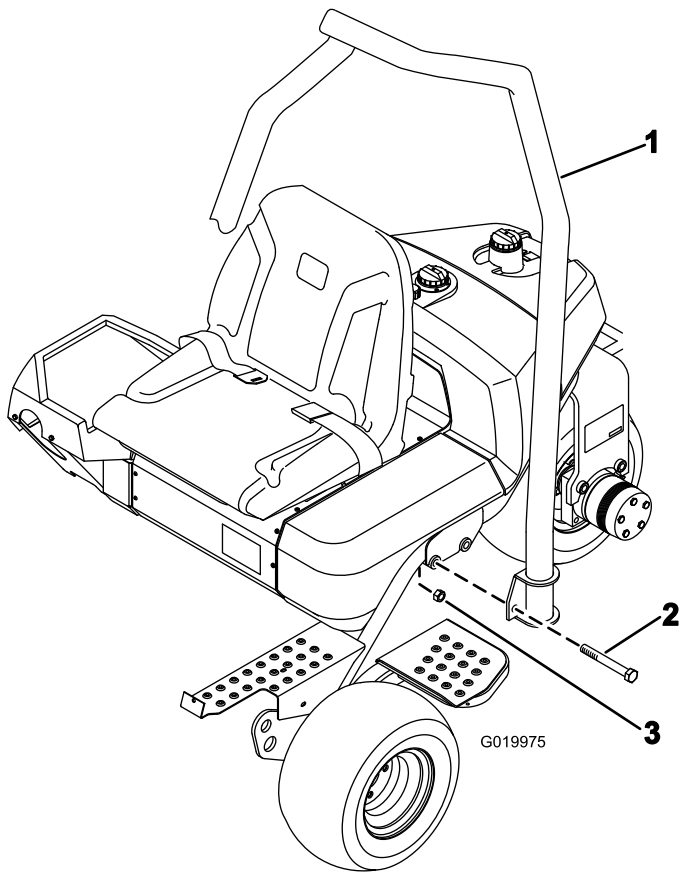

Рисунок 4
1. Расположите защитную дугу так, чтобы верхняя часть изгиба трубы была направлена к передней стороне машины (Рисунок 4).
2. Опустите защитную дугу на раму, совместив с монтажными отверстиями (Рисунок 4).
3. Прикрепите каждую сторону защитной дуги к раме 2 болтами (5/8 x 4½ дюйма) и контргайками, как показано на Рисунок 4.